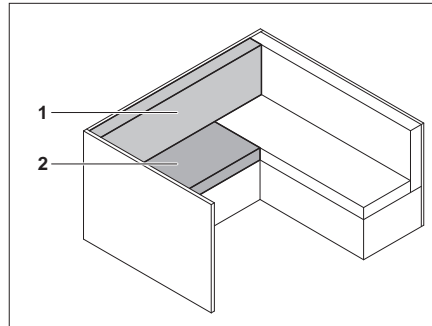

Bild 161 Vor dem Umbau
- Rückenpolster (Bild 161,1) und Sitzpolster (Bild 161,2) entfernen.